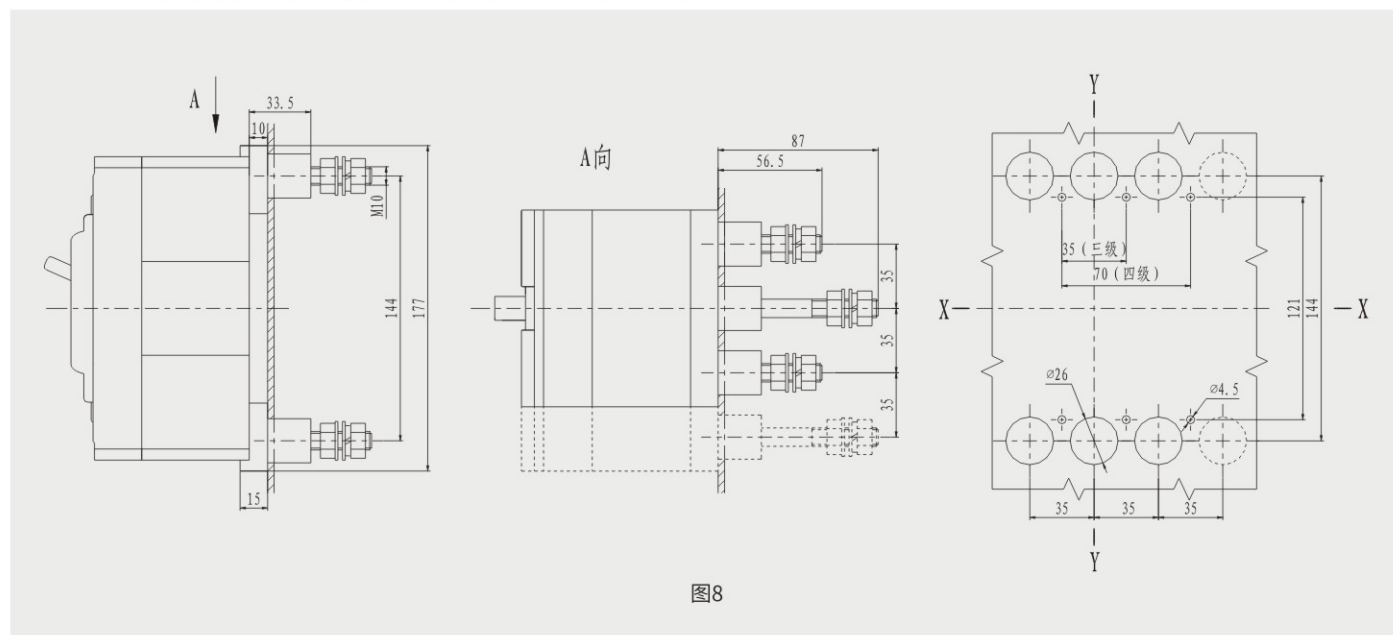

图8
7. HSL6-250 (H、L) 板后接线外形及安装、开孔尺寸 (三极、四级) 见图8